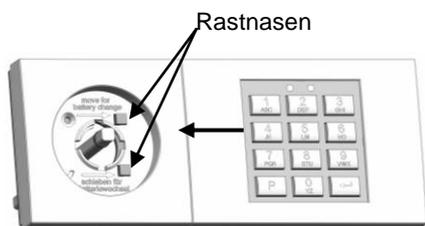

Abbildung 22: Oberteil verschieben
i Hinweis: Die Rastnasen des Basisteiles (11) müssen sauber durch das Oberteil (8) durchtauchen (siehe auch Abbildung 22)!